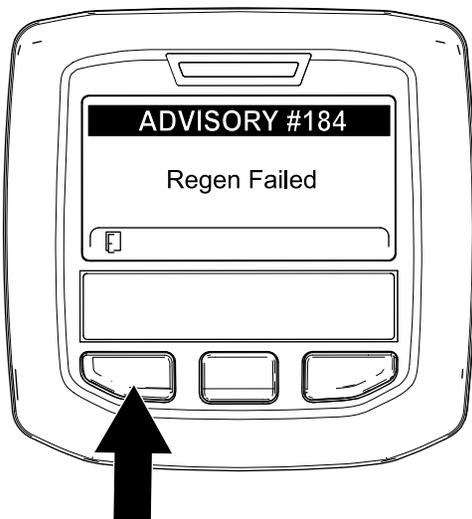

Рисунок 63
**Примечание:** Если регенерацию не удалось завершить, на дисплее инфо-центра появляется информационное сообщение № 184 (Рисунок 63). Для перехода на главный экран нажмите левую кнопку.